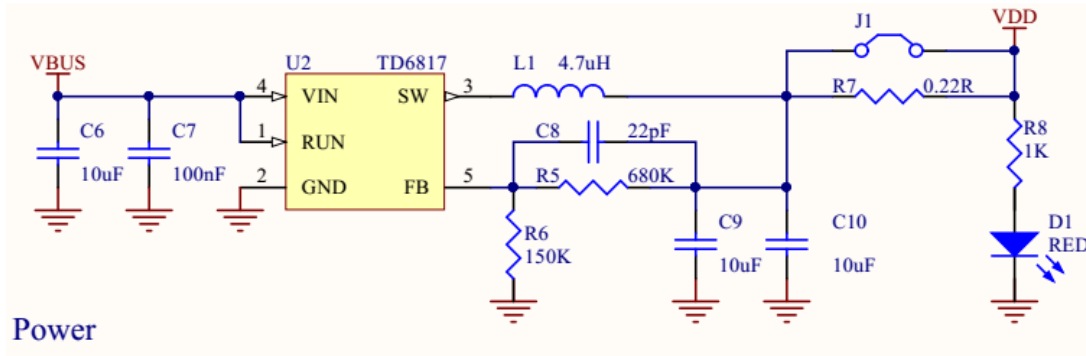
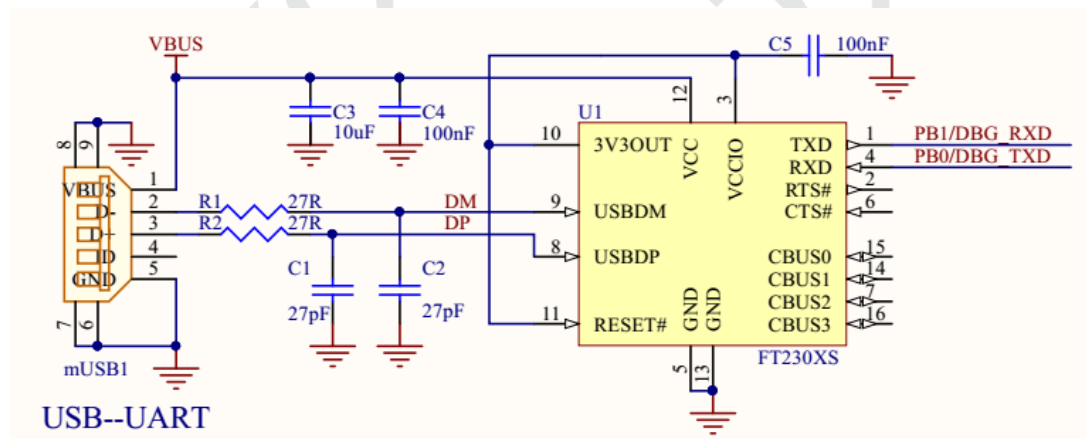

图 11 电源参考电路
图 12 USB 转串口参考电路
- (1) 柜式烘烤箱
- (2) 防静电、耐高温托盘
- (3) 防静电耐高温手套
- 庆科出厂的模块存储条件如下（存储环境如 5.4 节图 11 所示）：
EMW3082A 用户参考电路如下图 11 电源参考电路、图 12 USB 转串口参考电路、图 13 外部接口参考设计所示供用户参考。